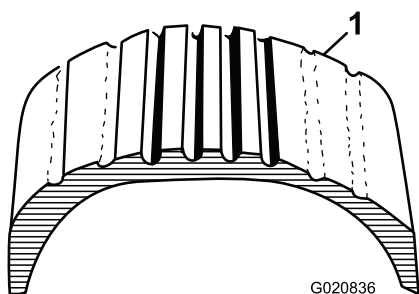
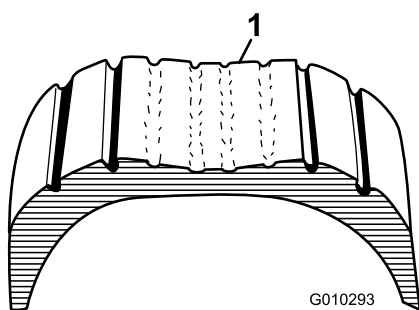

Figure 11
Figure 12
1. Vérifiez visuellement l'état et l'usure des pneus (Figure 11 et Figure 12).